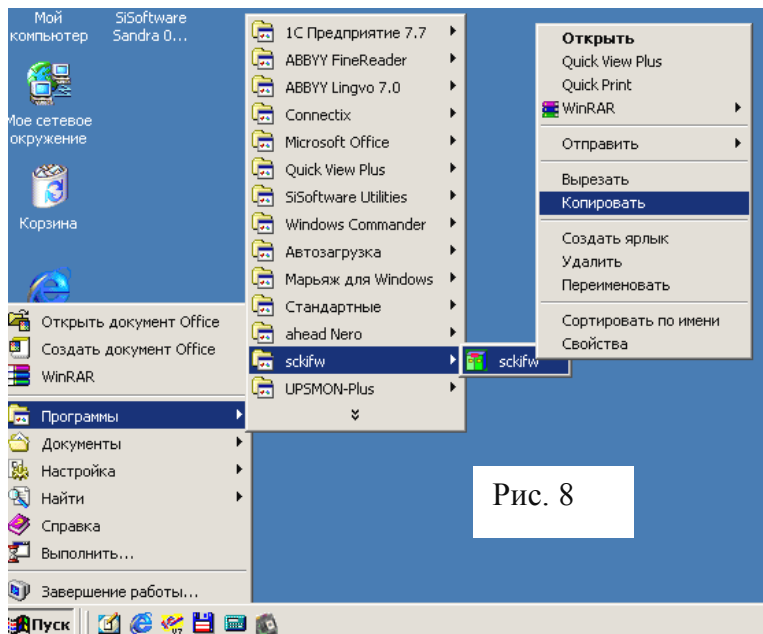

Рис. 8
3) В меню «ПУСК / ПРОГРАММЫ / СКИФ» на значке «СКИФ» нажать правой кнопкой мыши и выбрать пункт меню «КОПИРОВАТЬ» (рис. 8)